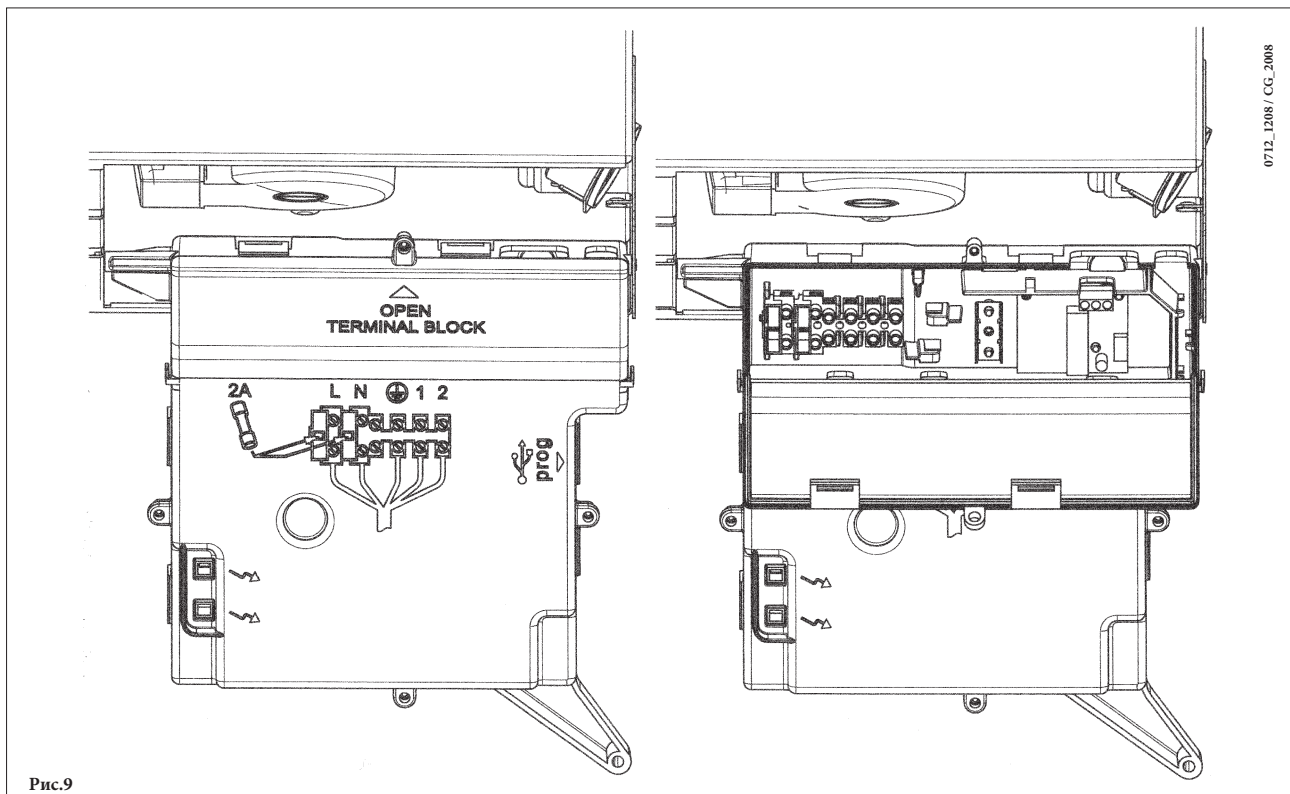

Рис.9
- для доступу до контактів зняти кришку (рис. 9).
- відкрити доступ до клемної колодки підключення електроживлення (рис.9), відповідно до інструкцій, викладених в попередньому розділі;
- протягнути кабель з двох проводів через кабельний затискач котла і приєднати кабель, що йде від термостата, до клем (1) і (2);